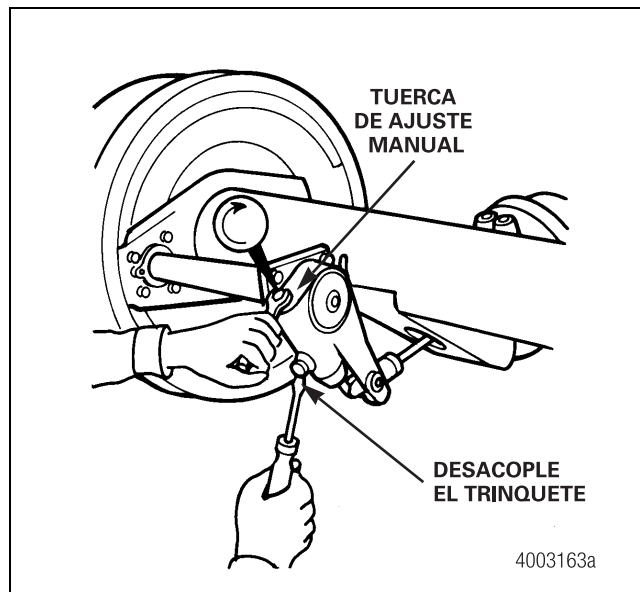

Figura 3.5
- **En trinquetes de arrastre:** Apalanque el trinquete como mínimo 1/32 de pulgada (0.794 mm) para desacoplar los dientes. Figura 3.5.